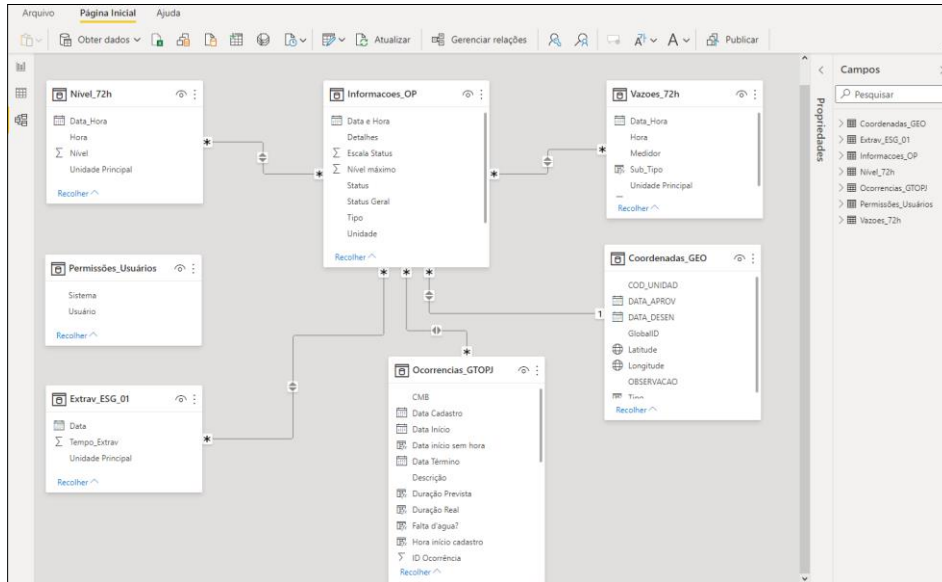

Figura 2 - Relacionamentos de tabelas no Power BI.
- Depois de identificadas as bases de dados, a integração será realizada no Power BI, ver Figura 2.